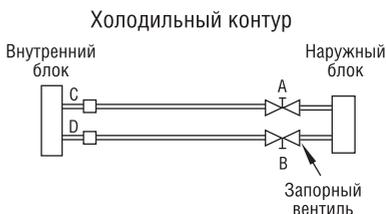

Рис. 22
1. Плотно затяните накидные гайки А, В, С и D (рис. 22). Подключите заправочный шланг манометрического коллектора к запорному вентилю низкого давления (газовая труба).